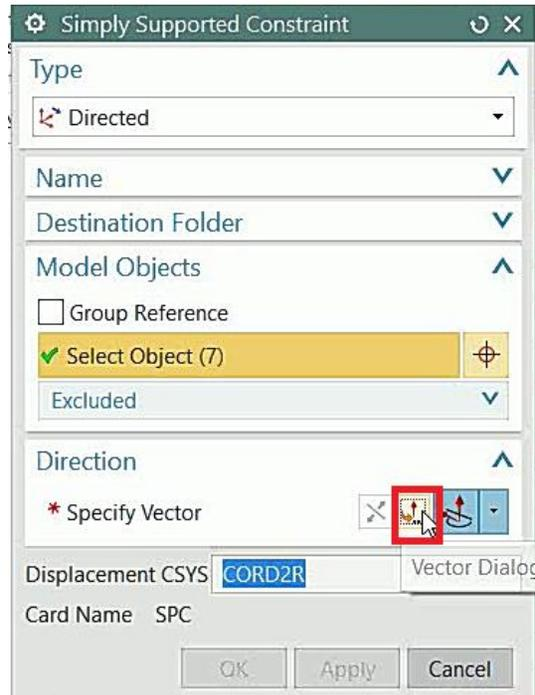

Figura 5.35 Submenú *Simply Supported Constraint*.
- En el submenú de la restricción, en la sección de **Direction**, dar click en **Vector Dialog** para definir la dirección de soporte (Figura 5.35).